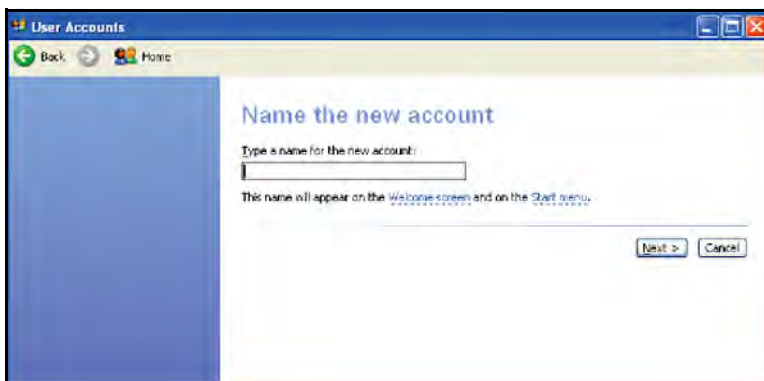

Рис. 110: Присвоение имени учетной записи
3. Выберите имя для новой учетной записи (Рис. 110 ниже). Данное имя будет идентифицировать оператора при выполнении всех заданий по контролю и храниться вместе со всеми действиями пользователя в USM Vision+.